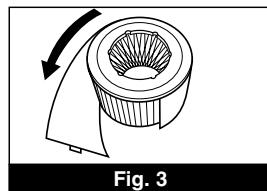

Fig. 3
**Étape 7 :** Enrouler soigneusement le préfiltre autour du filtre HEPA de façon que les extrémités se rejoignent (Fig. 3). Réunir les extrémités au moyen de l'attache fournie.